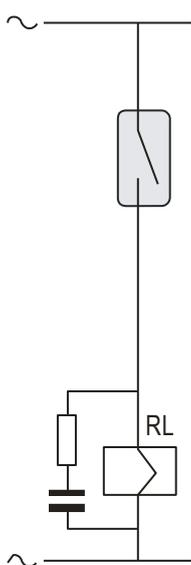

Figura 1.
- o En CA: conectar un filtro RC o un varistor en paralelo a la bobina (figura 1)